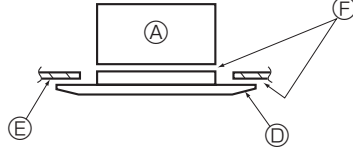

Fig. 5-8
* Ana üniteyle ızgara arasında veya ızgarayla tavan arasında boşluk kalmadığından emin olun. (Fig. 5-8)